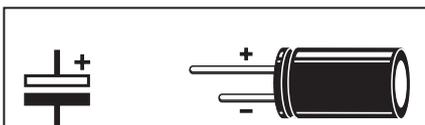

Figure 78 : Symbole graphique d'un condensateur électrolytique. La lamelle positive est celle de couleur blanche.
Dans la plupart des circuits électroniques, outre les condensateurs non polarisés, vous trouverez également des condensateurs électrolytiques polarisés, repérable à leur symbole « + » (voir figure 78).
**Figure 77 : Dans un condensateur électrolytique, il y a toujours une sortie positive et une sortie négative. Le négatif est normalement indiqué sur le corps du condensateur, tandis que le positif se distingue par une patte plus longue (voir figure 78).**